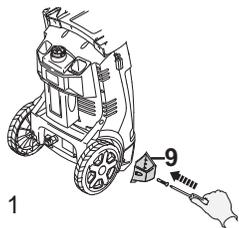
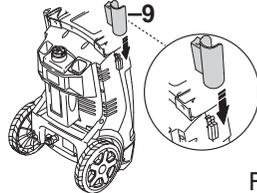

Fig. 1
Fig. 2
- L'appareil doit être entièrement monté avant d'être utilisé. Fixez le compartiment de rangement (9) sur la partie inférieure de l'appareil à l'aide d'une vis (23) (Fig. 1). Serrez la vis avec un tournevis cruciforme adapté. Puis montez l'autre compartiment de rangement (9) sur la partie supérieure de la machine (Fig. 2).